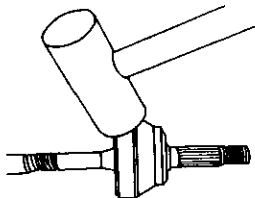

图 3-160 拆卸外万向节
2) 用一把轻金属锤子用力从传动轴上敲下外万向节 (RF 节), 如图 3-160 所示。